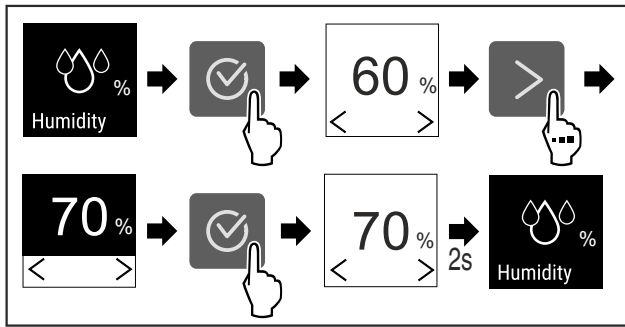

Fig. 40
- ▶ Изпълнете стъпките (виж Fig. 40) .